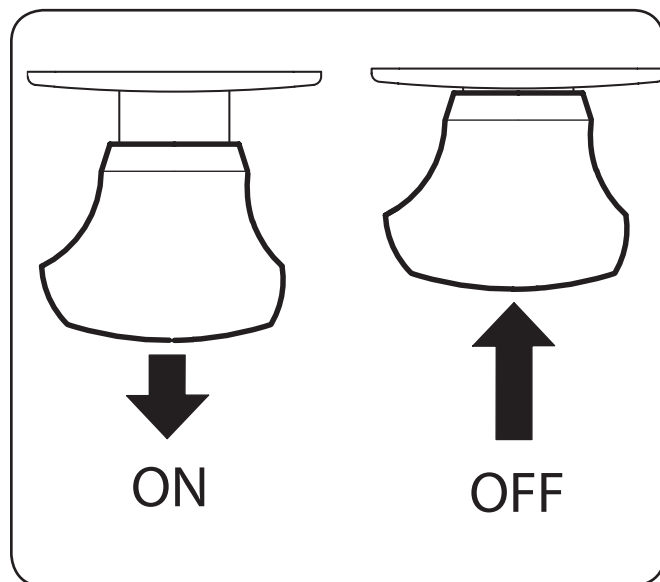

Figura 5-3
2. Tire del PTO/Blade dedican la perilla hacia fuera en (ENCENDIDO) la posición dedicada. Vea Figura 5-3.